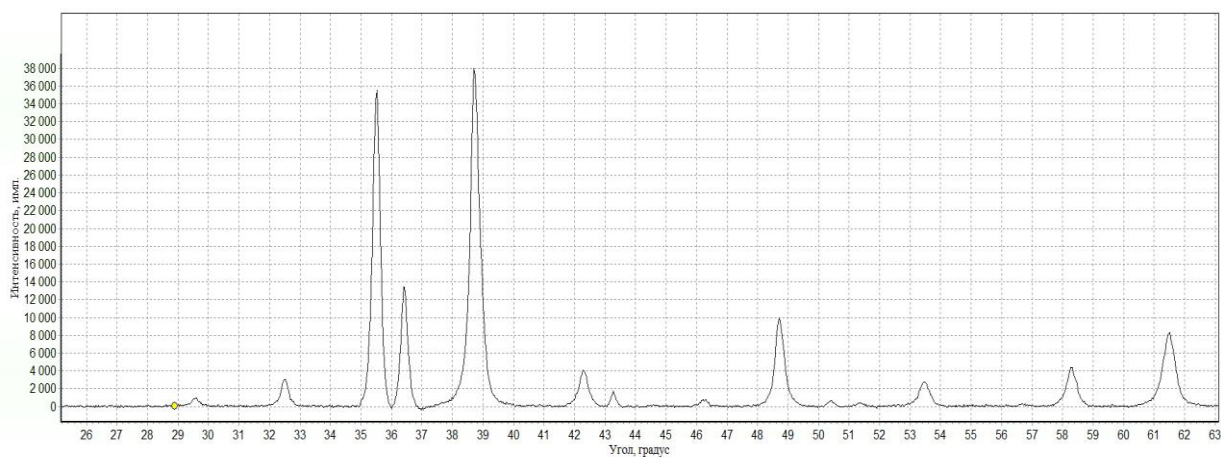

Рис. 3 Рентгеновская дифрактограмма нанокристаллических порошков, включающих Cu и O
3. По рентгеновской дифрактограмме порошка (рис. 3) определить размер областей когерентного рассеяния по выбранным преподавателем максимумам. (длина волны рентгеновского излучения $\lambda_{K1}=0,154$ нм).